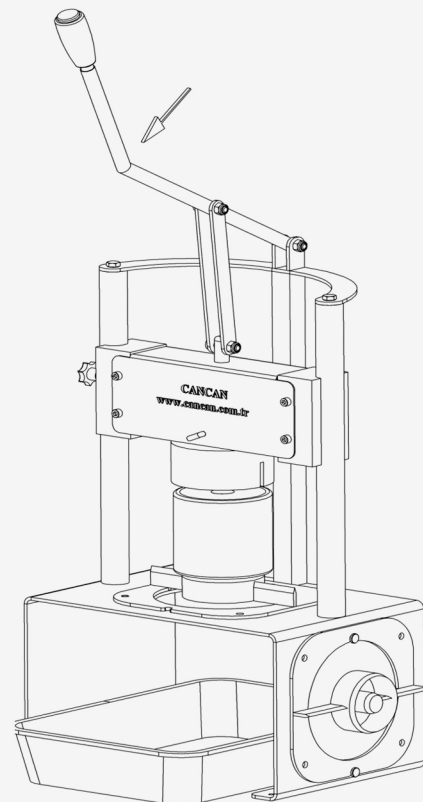

Рисунок 5
- ✓ Заранее обрезанный с двух сторон ананас установите на лезвие ножа, по желанию можете выбрать любую сторону плода. (Рисунок 5)